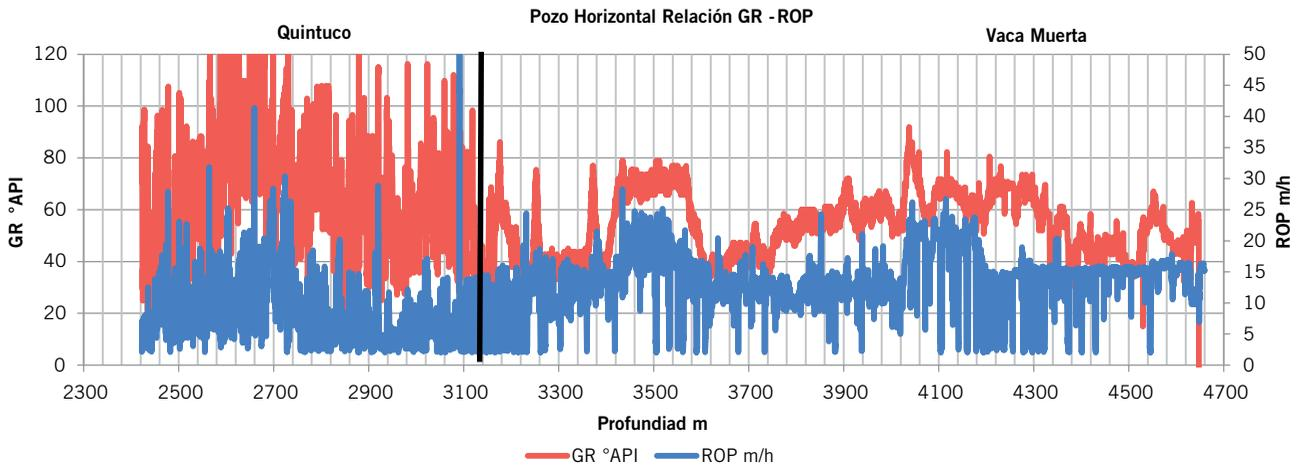

Figura 14. Relación ROP y GR en un pozo horizontal de LC.
Otra evaluación realizada en este tramo fue relacionar las curvas de ROP, sónico de compresión (DT) y Gamma Ray (GR), como el ejemplo del campo Loma Campana que se muestra en la figura 13. Se corrobora que los cambios en el avance de penetración se corresponden con la respuesta del perfil sónico, pero también tienen una correspondencia con el perfil GR, incluso con mayor grado de correlación. Esto se debe al efecto mencionado de la composición litológica de la fm. Quintuco, ya que, en los tramos más arcillosos, las cuentas de API aumentan provocando una disminución en la resistencia de la roca, resultando en mayores tiempos de tránsito del perfil sónico. Es por ello que, si bien los registros de GR no son un indicador de dureza, en este campo se los puede considerar como una referencia de la resistencia de la roca. Esta respuesta natural de la formación otorga una ventaja significativa en el monitoreo de las operaciones, ya que las herramientas básicas MWD cuentan con medición de GR, no así la posibilidad de registrar un perfil acústico, que requiere una herramienta adicional en el conjunto direccional. En la figura 14 se muestra un ejemplo del comportamiento en un pozo horizontal con registro continuo de GR.